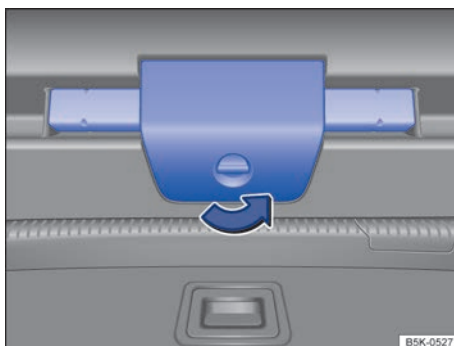

Fig. 284 Variant: en el portón del maletero: abrir el soporte del triángulo de preseñalización.
- Abra el soporte del triángulo de preseñalización y retire el triángulo → fig. 284.